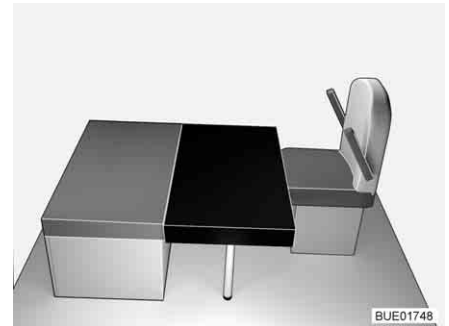

Bild 91 Nach dem Umbau
- Das rechteckige Zusatzpolster auf den Tisch legen (vor das Sitzpolster der Sitzbank, siehe Bild 91). Der Ausschnitt im Zusatzpolster liegt dabei an der vorderen Stützwand.